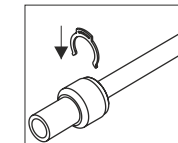

Рис. 5
- 2) Одеть предохраняющий клипс (если присутствует) (рис. 5).